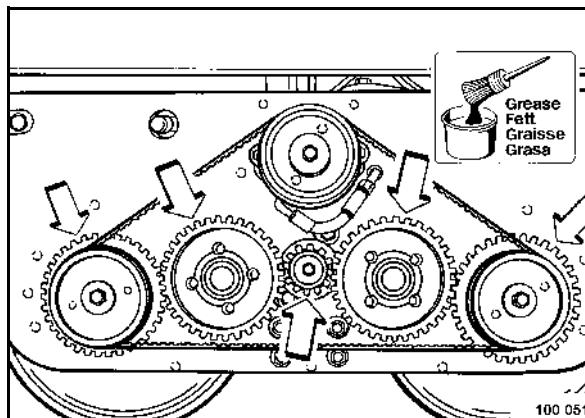

fig. 75
- Démontez le carter de protection (fig. 75).